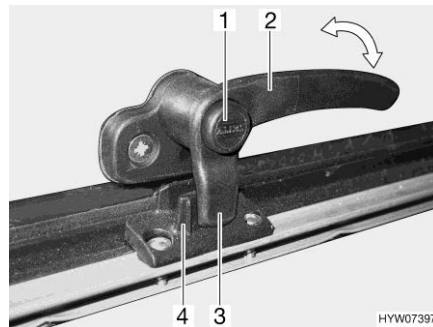
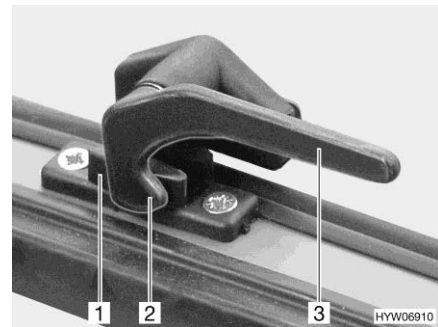

Bild 94 Verriegelungshebel mit Sicherungsknopf in Stellung "geschlossen"
Bild 95 Verriegelungshebel in Stellung "geschlossen"
- Wenn vorhanden, Sicherungsknopf (Bild 94,1) drücken und gedrückt halten.
- Den Verriegelungshebel (Bild 94,2 oder Bild 95,3) eine viertel Umdrehung zur Fenstermitte hin drehen.
- Den Verriegelungshebel (Bild 94,2 oder Bild 95,3) eine viertel Umdrehung zum Fensterrahmen hin drehen. Die Verriegelungsnase (Bild 94,3 oder Bild 95,2) am Verriegelungshebel liegt komplett auf der Innenseite der Fensterverriegelung (Bild 94,4 oder Bild 95,1).
- in Stellung "fest verschlossen" (Bild 94 und Bild 95)